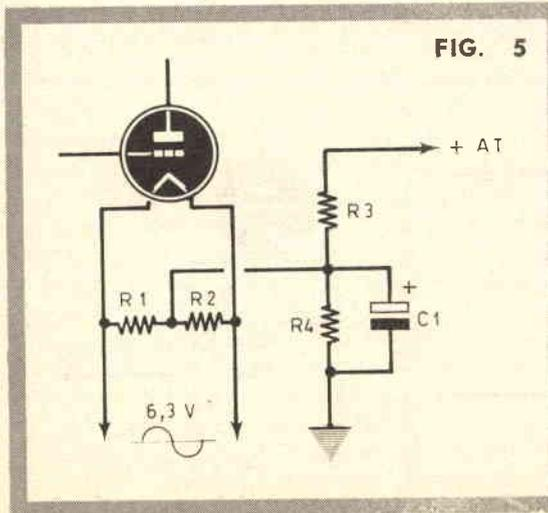

FIG. 5
- 2) I filamenti devono essere polarizzati positivamente come indicato nelle figure 5 e 6.